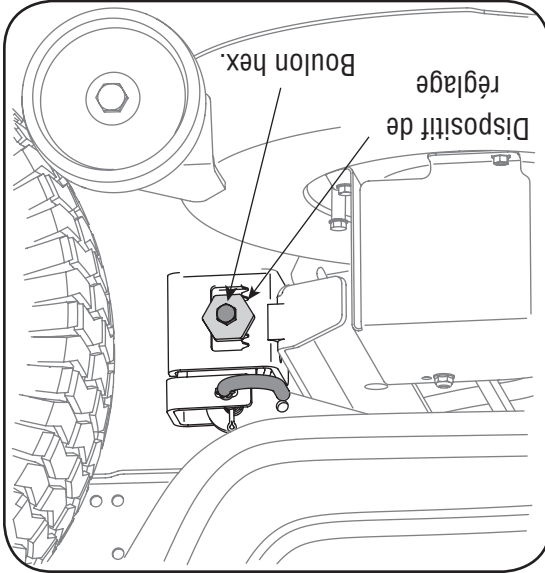

Figure 5-2
3. Desserrez, sans la retirer, le boulon hex. pans sur le crochet de support gauche du plateau de coupe. Voir la Figure 5-2.